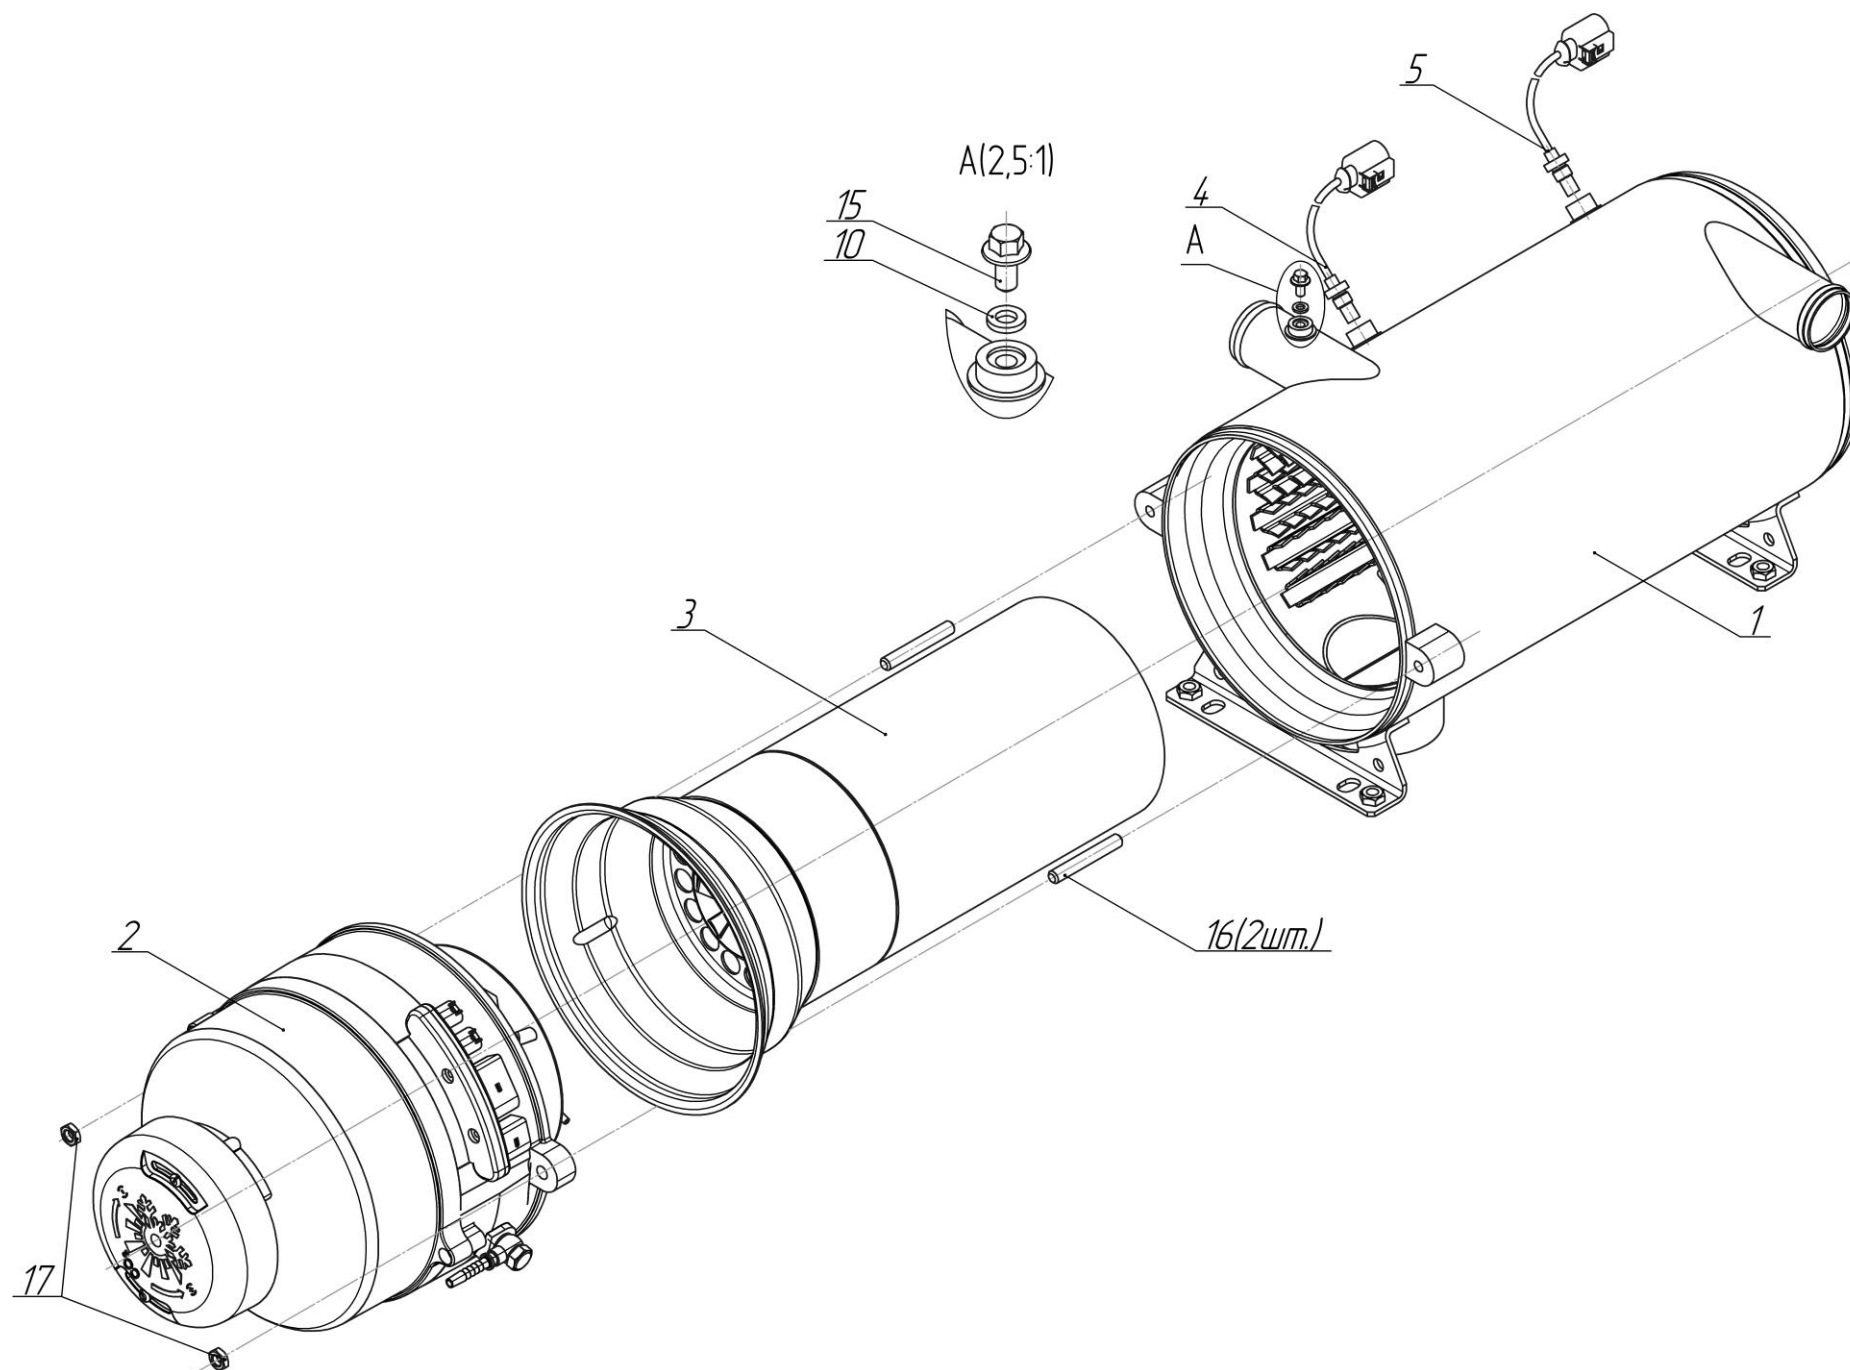

Рис.2- Схема деления нагревателя
- 2) Состав нагревателя согласно схеме деления изделия, на составные части представлен на рис.2 и перечню деталей и сборок – таблица 2.